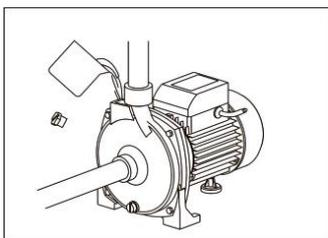

Рисунок 7
5. 8. В корпус насоса необходимо залить воду, а затем затянуть винт, воздуха внутри быть не должно (см. рисунок 7).